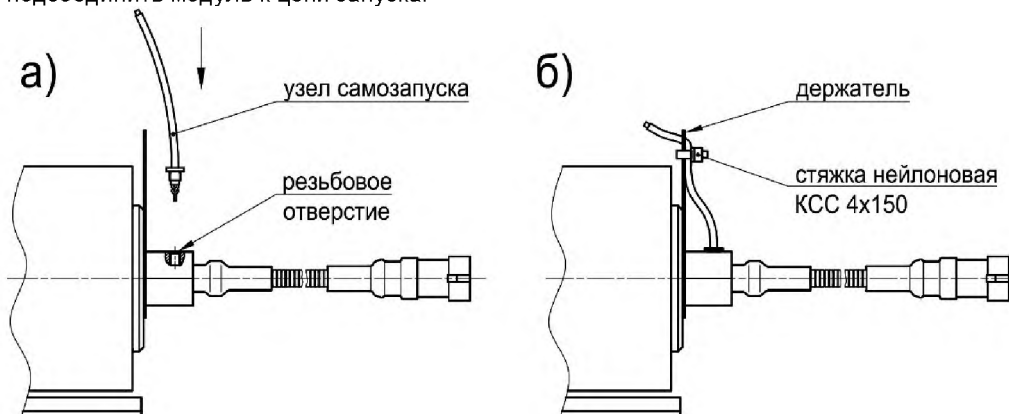

Рисунок 10 - Замена узла самозапуска.
7.6 Один раз в пять лет проводится замена узла самозапуска в следующем порядке (см. рис. 10):